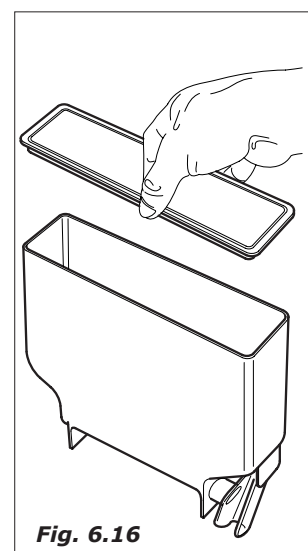

Fig. 6.16
- tirar as tampas e as guias produtos (Fig.6.16). Por tudo na solução anteriormente preparada